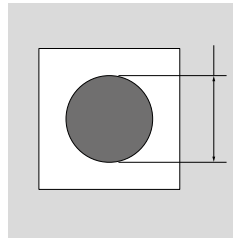

Fig. 11.1.1
- La charge ne peut être soulevée que par le biais des points prévus sur le cric hydraulique (patte et tête). La charge doit toujours reposer de manière centrée sur la tête ou la patte (fig. 11.1.1).